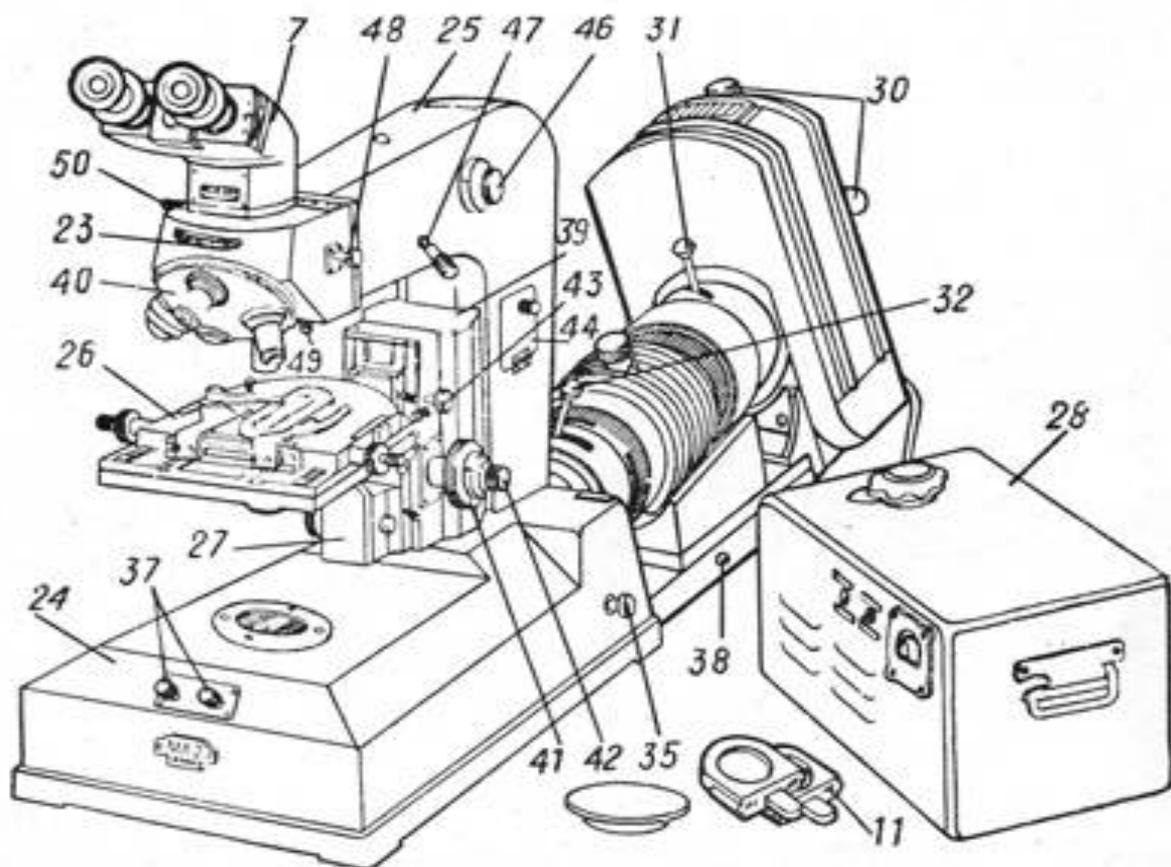
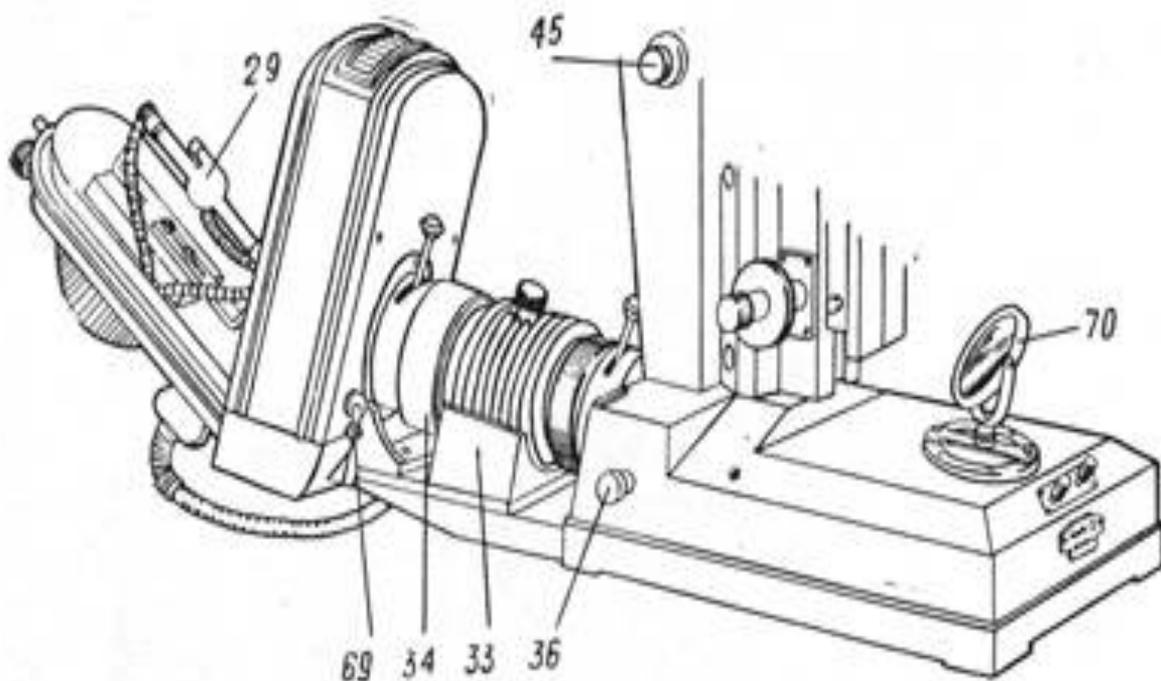

Рис. 7
Рис. 8
Eine allgemeine Ansicht des Mikroskops ist in Abbildung 7 dargestellt. Die Hauptteile des Mikroskops sind: die Basis 24 mit einem leichteren Tubushalter 25, Objektivrevolver und Mechanismus der Höhenverstellung des Probentisches 26, die Halterung 27 mit einem Kondensator, einer Stromversorgung Typ PRL-5 (28).
Die Quecksilberlampe 29 (Fig. 8) ist auf den Kontakten der Halterung angebracht, wie in der Figur gezeigt. Zur Zentrierung der Lampe dienen die Schrauben 30 (Abb. 7). Der Hebel des Kollektors 31 bewegt die Linse entlang der optischen Achse. Die Leuchtfeldblende wird mit Griff 32 geöffnet.
Die Küvette 22 (Fig. 1) mit destilliertem Wasser oder mit einer Lösung von Kupfersulfat ist auf einem Stativ 33 (Fig. 8) angebracht. Nach der Installation der Küvette muss die Schutzhülse 34 über den Rand des Kollektors bis zum Anschlag gezogen werden.
Der rechte Knopf 35 (Fig. 7) und der linke Knopf 36 (Fig. 8) dienen zur Einstellung der Beleuchtung.
An der Front des Mikroskops befinden sich die Schrauben 37 (Fig. 7), mit deren Hilfe das Bild der Feldblende 6 (Fig. 1) ausgerichtet wird. Mit der Klemme 38 (Fig. 7) wird das Mikroskop geerdet.
Drehen Sie den Objektivrevolver bis das gewünschte Objektiv einrastet. Drücken Sie den Strahlteiler 10 (Abb. 1) aus dem Strahlengang, indem Sie die den Knopf 48 (Abb. 7) auf "TP" setzen. (hereinschieben)
Stellen Sie den Strahlteiler 20 (Abb. 1) und den Spiegel 9 des Strahlenganges durch Verschieben der Knöpfe 35 (Abb. 7) und 36 (Abb. 8) in der Basis ein.
Vor dem Einschalten des Mikroskops an das Netz, erden Sie es mit der Klemme 38 (Abb. 7) mit dem Zeichen «⊥», an der Basis.
Entfernen Sie die Beleuchtungseinheit, wenn sich die Lampe nicht schließen lässt oder sich der Sicherheitsverschluss nicht schließen lässt. Der Sicherheitsverschluss wird durch den Handgriff 69 (Fig. 8) geschlossen.
Verschieben Sie den Hebel für den Kollektor 31 (Fig. 7), um ein scharfes Bild der Lichtquelle auf dem Papier zu erreichen.
Durch Drehen des Knopfes 32 (Fig. 7), öffnen Sie die Feldblende so, dass ihr Bild etwas kleiner ist als das Sichtfeld des Okulars.
Vor der Beobachtung der Objekte, kann mit dem Kollektor Hebel 31 (Abb. 7) das beste Licht in der Objektebene eingestellt werden.
Während der Pausen bei der Arbeit ist zum Schutz vor schädlicher Strahlung mit dem Griff 69 (Abb. 8) der Lichtauslass zu schließen.
Schieben Sie den Strahlteiler 10 in den Strahlengang, indem Sie die den Hebel 48 (Fig. 7) auf "L" ziehen.
Zünden Sie die Quecksilber-Lampe 29 (Abb. 8), in Übereinstimmung mit den Anweisungen in der Beschreibung des Steuergerätes PRL-5.
Drehen Sie den Revolver 40 (Abb. 7) in eine freie Öffnung des Revolvers, welche nicht durch ein Objektiv belegt ist.
Öffnen Sie die Feldblende 6 (Abb. 1) mit dem Griff 32 bis sie völlig offen ist und drehen Sie den Knopf 46 (Abb. 7) der Feldblende 17 (Abb. 1) auf die minimale Größe.
Drehen Sie den Knopf 45 (Abb. 8) für die Feldblende 12 (Abb. 1) auf das kleinste Maß und richten sie das Abbild in die Mitte der Aperturblende 17 durch die Schrauben 47 (Abb. 7) aus, so dass ihr Bild in der Mitte des Sichtfeldes ist.
Mit Knopf 46 (Abb. 7) der Feldblende 17 (Abb. 1), wird das Bild der Blende so eingestellt werden, dass die Ränder der Blende gerade hinter dem Sehfeld verschwinden.
Bei der Arbeit mit Epiobjektiven 21x0,40-L und 40x0,65-L sollte die Blende vollständig geöffnet werden und bei Objektiv 95x1,25-L wie im vorherigen Abschnitt erwähnt verfahren werden, Bei der Arbeit mit Objektiven welche für Tubus 160 mm berechnet sind, ist die Linse 8 (Abb. 1) mit dem Hebel 49 (Abb. 7) einzuschieben. Die Hinterlinse des Objektivs kann mit dem Tubus AU-26 beobachtet werden, wenn das Stellrad 23 (Abb. 7) auf "FC" gestellt wird. Nach der Einstellung der Beleuchtung, wird die erforderliche Vergrößerung des Tubus eingestellt.
Um das Objekt vor Licht zu schützen, ist während der Arbeitspausen ein Sicherheitsschieber mit dem Griff 69 (Abb. 8) in den Strahlengang zu bringen.
Um in das reflektierte Licht im Dunkelfeld zu justieren, muss man wie in Abschnitt 2 beschrieben arbeiten. Der einzige Unterschied ist, dass man durch Drehung der Scheibe 23 (Abb. 1) den Filter ausschaltet und den Strahlteiler 10 (Abb. 1) mit dem Griff 48 (Abb. 7) auf die Markierung "TP" einschiebt. Der Strahlteiler weist einen ringförmigen Spiegel 18 (Abb. 1) auf. Feld- und Aperturblende müssen vollständig geöffnet sein.
Um mit Mischlicht, zu arbeiten, ist es notwendig, den Strahlteiler 20 (Abb.1) so einzustellen, dass der linke Knopf 36 (Fig. 8) herausgezogen wird. Diese Spiegel besitzt eine Interferenzschicht, welche die blau-violette Strahlung im Auflicht reflektiert und die gelb-grünen Strahlen im Durchlicht überträgt. Die Auswahl erfolgt in Abhängigkeit von der Natur der Objekte.
Stellen Sie an der Unterseite des Mikroskops den Spiegel 70 (Fig. 8) ein, welcher mit dem Mikroskop geliefert wurde.